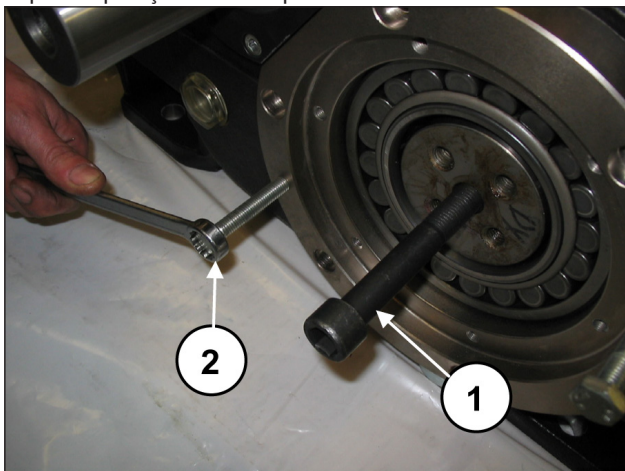
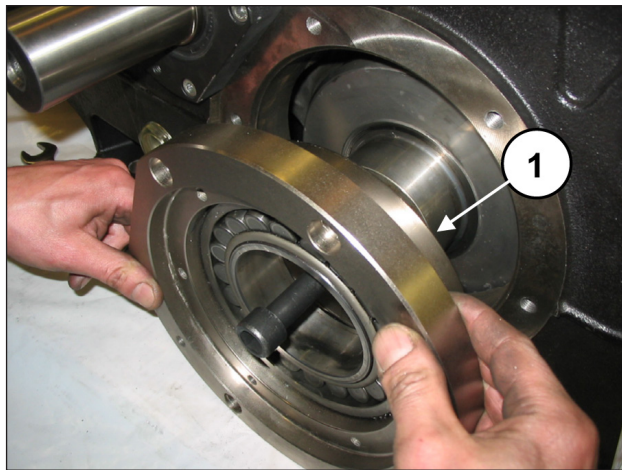

Fig. 24
Fig. 25
Aplique um pino rosqueado M16 em uma extremidade do eixo de manivela (pos. ①, Fig. 24) e, mantendo-o elevado, extraia a cobertura do porta-rolamento completo do rolamento e anel circular (pos. ①, Fig. 25). Para agilizar a desmontagem, use dois grãos ou parafusos M10 (pos. ②, Fig. 24), com a função de extratores. Repita a operação do lado oposto.